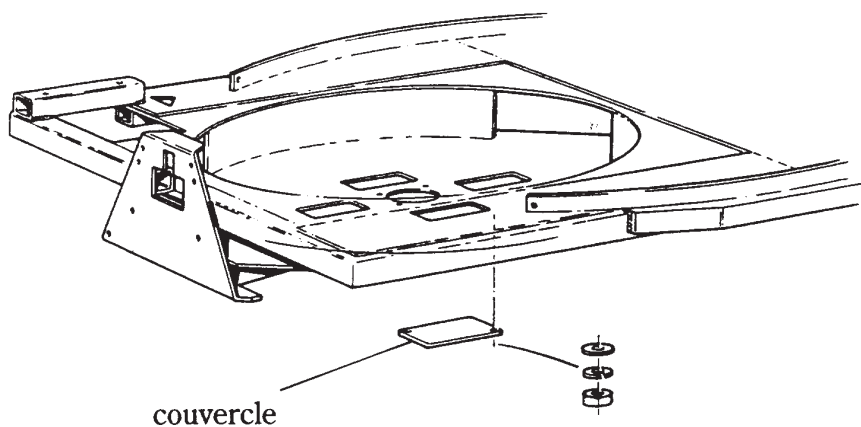

Figure 5
3. Toutes les protections et moitiés d'axe doivent être raccourcies de la même façon, (Fig.5).